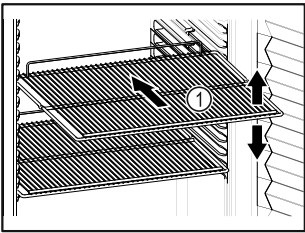

Fig. 56 Reprezentare exemplificativă
- Dacă grătarele tip poliță Fig. 56 (1) pot fi mutate, adaptați-le în funcție de înălțime.